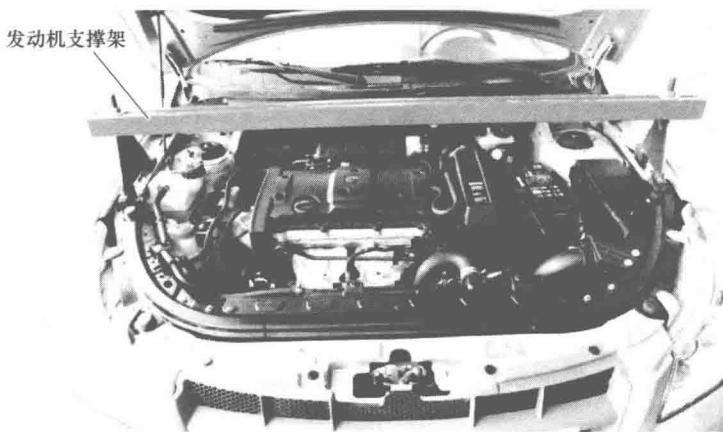

图 1-11 安装发动机支撑架
① 关闭点火开关，断开蓄电池负极电缆。
② 拧紧发动机支撑架上的两个固定螺母，将其固定在前车身（翼子板）上，如图 1-11 所示。